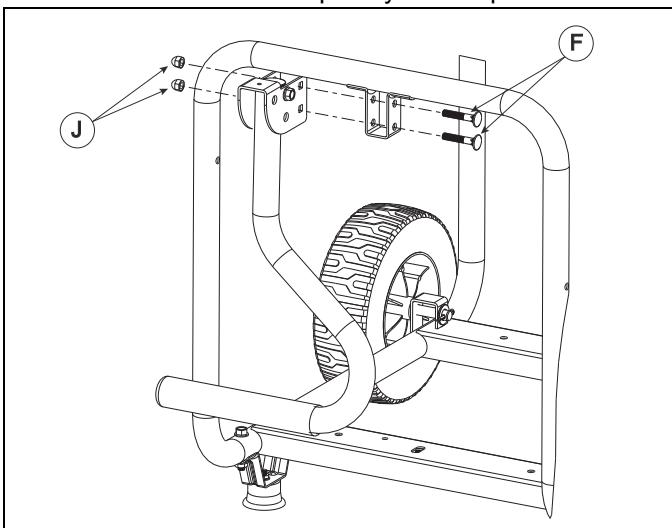

Figura 2-3. Asa
1. Coloque la manija entre las lengüetas del bastidor como se muestra. (Figura 2-3).
2. Deslice los pernos M8 (F) a través de los soportes y las lengüetas del asa.
3. Coloque una tuerca (J) en cada perno (F) y apriete firmemente usando un trinquete y un casquillo de 13 mm.